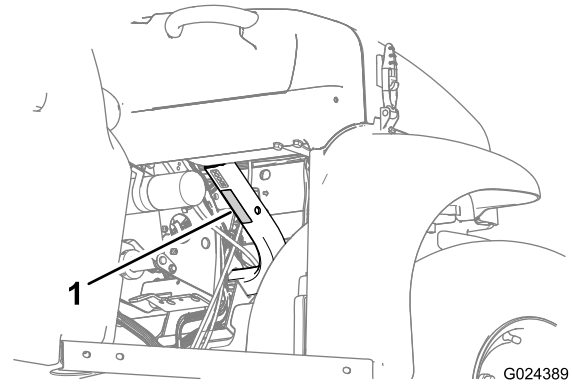

Figura 19
- Observe la capacidad de carga de la máquina y limite el peso de la carga transportada en la caja de carga, según se describe en Especificaciones \(página 17\) y en la etiqueta de peso bruto del vehículo de la máquina (Figura 19).